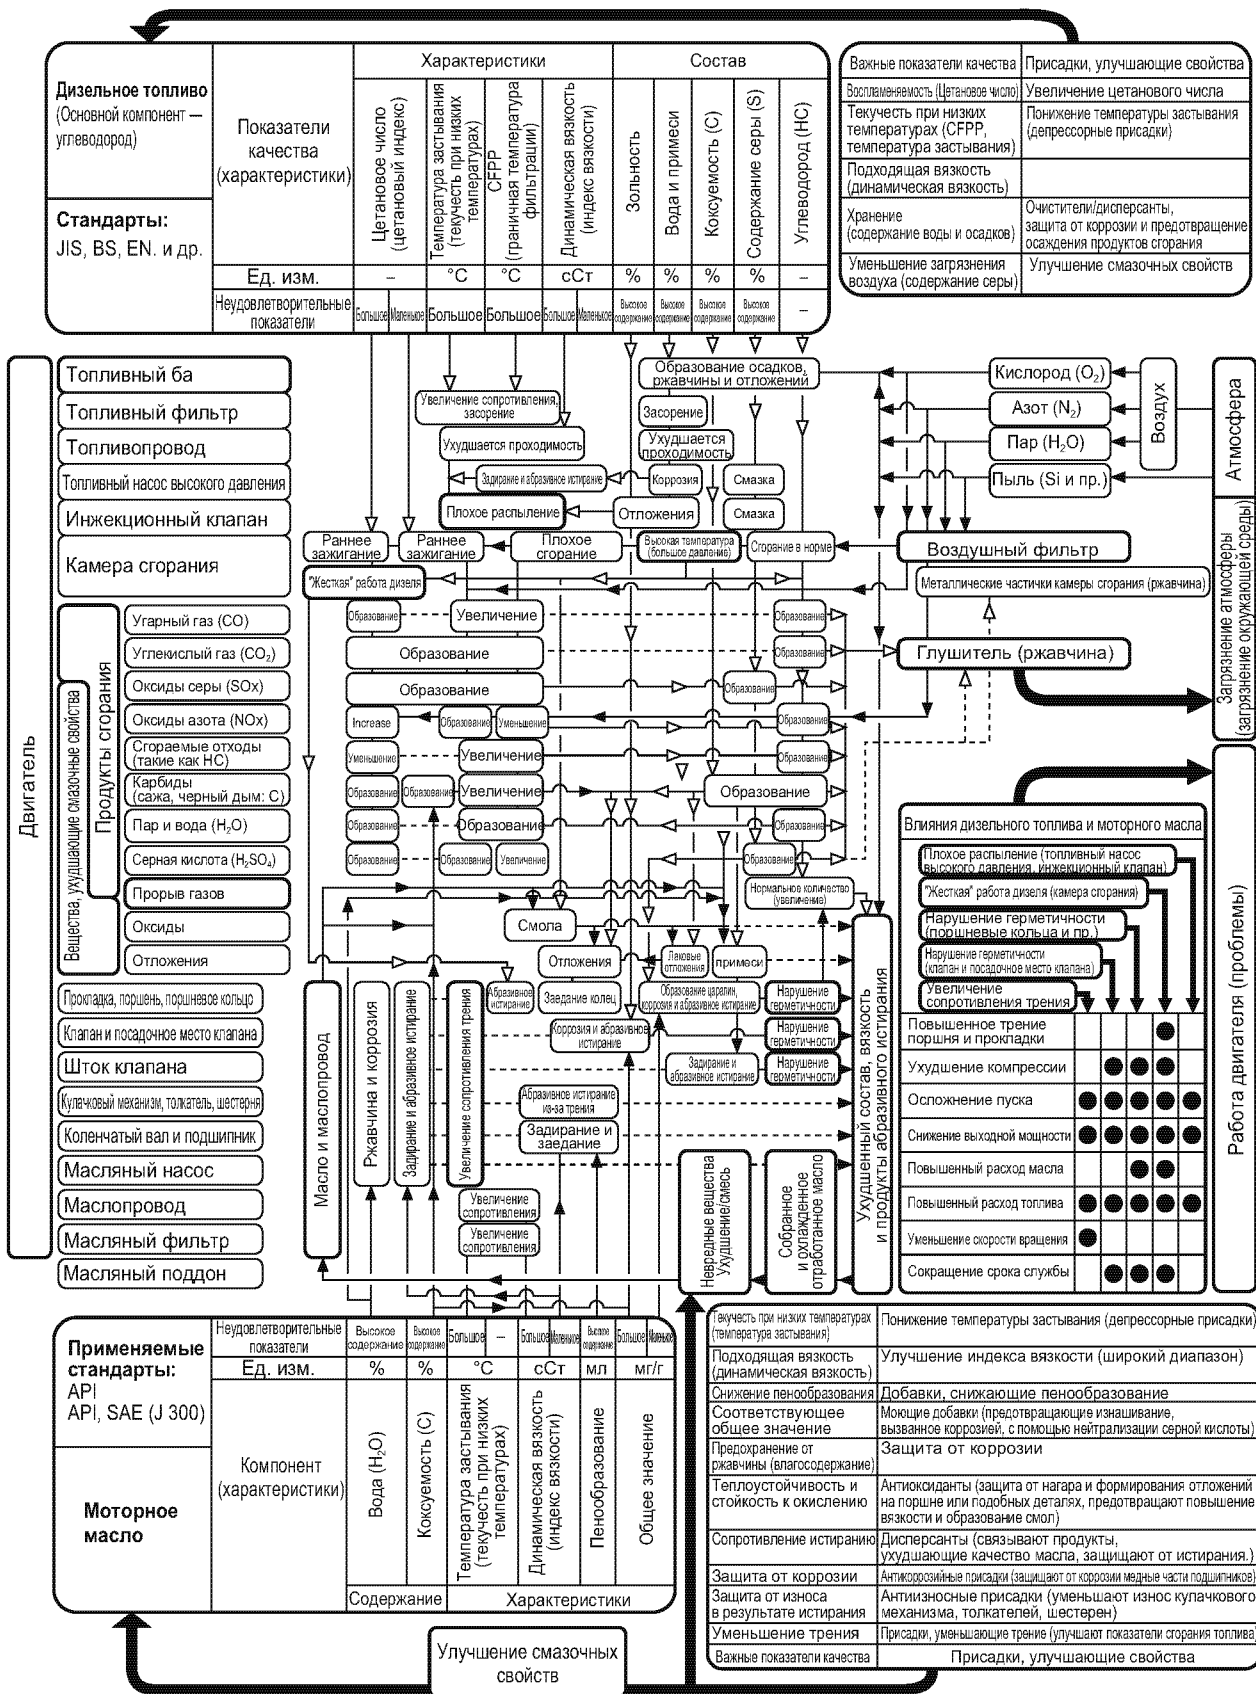

Рис. 77 Взаимосвязь характеристик топлива/масла, атмосферы и двигателя
**Рис. 77** иллюстрирует связь между показателями топлива/масла и влиянием этих показателей на окружающую среду, и как это влияет на работу двигателя. Схема составлена таким образом, чтобы были видны взаимосвязи между двигателем, топливом, маслом и окружающей средой.
С помощью линий и стрелок на схеме показано, какое влияние на окружающую среду и детали двигателя оказывают характеристики топлива и масла, причины и результаты этого влияния, способы улучшения результатов. Что обозначают взаимосвязи написано в блоках схемы. Ниже дано краткое объяснение схемы, детальную информацию можно получить, изучив схему на **Рис. 77**.
Как изображено на центральной части **Рис. 77**, основной компонент топлива углеводород разлагается на угарный газ, углекислый газ, сажу (нагар) и черный дым. Кроме этого в процессе реакции с азотом, находящимся в воздухе, образуется окись азота. Далее сера при сгорании образует двуокись серы, которая, вступая в реакцию с паром, образованным реакцией углеводорода и кислорода, превращается в серную кислоту.
Побочные продукты сгорания поступают в картер с прорывными газами. Как показано в центральной части **Рис. 77** масло перемещается от масляного поддона к каждой трущейся детали под давлением, которое обеспечивает масляный насос, и в процессе движения подвергается действию высокой температуры. Так как масло нагревается и, соприкасаясь с нагретыми деталями, значительно ускоряет процесс окисления. Таким образом, из масла образуется смола, и оно теряет свои смазочные свойства.
Это объясняет, что эффектов, которые дают присадки, много, и они разнообразны и зависят от типов присадок, это показано в нижней части справа **Рис. 77**. Можно выделить два метода достижения данных эффектов.
В разделе рассматриваются важные для работы двигателя вопросы и проблемы, включая плохой впрыск, жесткую работу дизеля, плохую герметичность, увеличение сопротивления трению; все это неблагоприятно отражается на эксплуатационных характеристиках двигателя, это показано в нижней части справа **Рис. 77**.